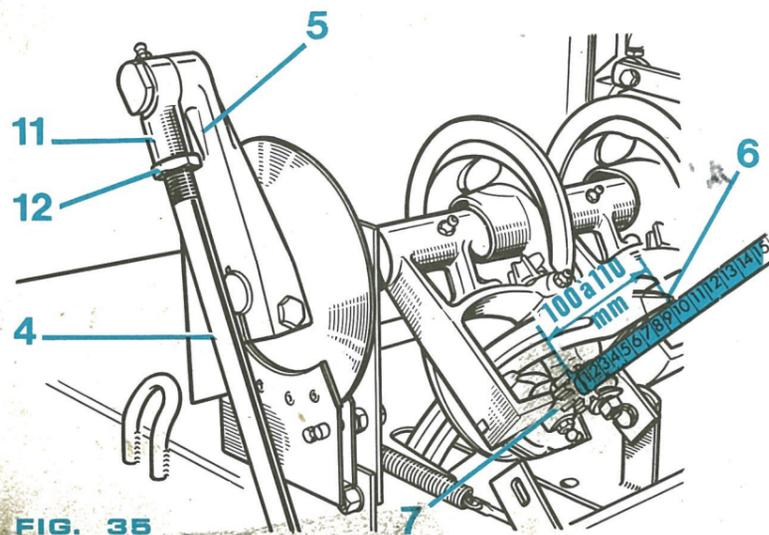

FIG. 35
- Démontez les deux vis d'accouplement (1).
- **Déclencher à la main le système de liage** en tirant vers le haut (voir flèche) le levier (2).
- En s'aidant de la bielle de commande (4 fig. 35) amener les points des aiguilles (3) au ras du fond du canal comme l'indique la figure 44.
- Tourner le volant régulateur (sens de marche) **jusqu'à obtenir un dépassement de 20 à 50 mm** des points du piston (4) par rapport aux points d'aiguilles (3), le piston étant dans sa phase de compression.
- **S'assurer que la cloche d'entraînement (5) est en prise avec le plateau (6) du chien moteur.**